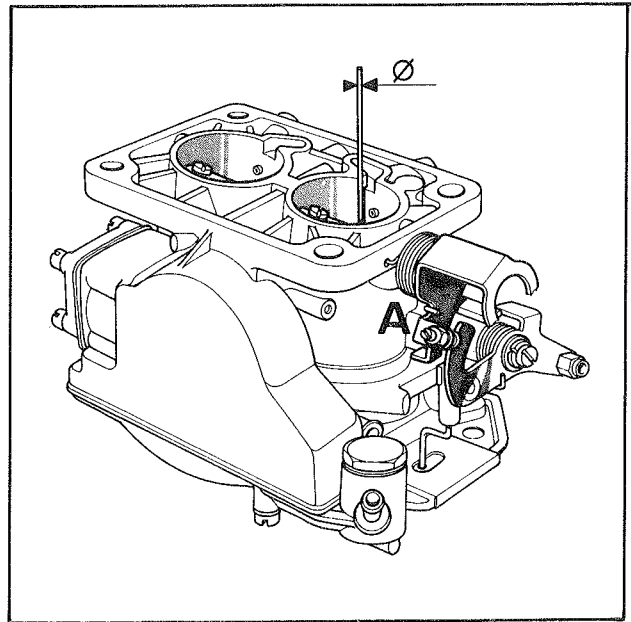

Fig 1
- Le réglage de cette ouverture s'effectue en agissant sur la vis (A) (Fig. 1).